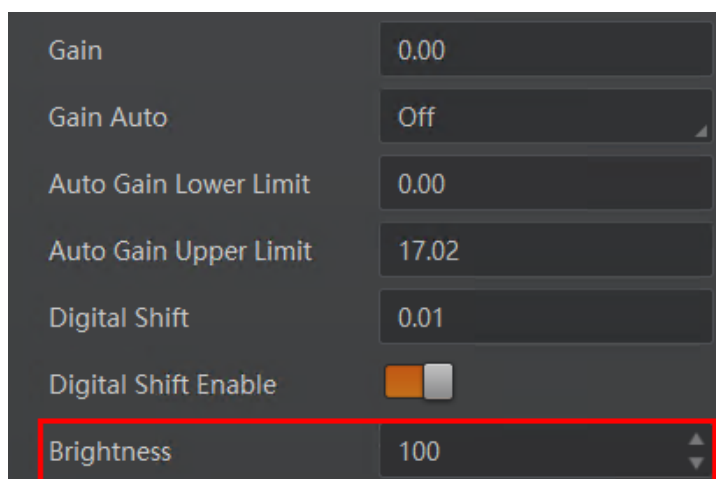

图9-19 亮度设置
2. 通过 *Analog Control* 属性下的 *Brightness* 参数进行设置，如图 9-19 所示。亮度参数范围为 0 ~ 255。